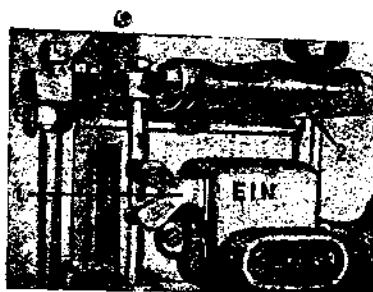

Рис. 57. Механизм управления.
Выключатель 2-полюсный помещен сбоку токоподводящей коробки. Служит для включения токоподводящих концов на рабочее положение (1). Ручки (2) составляют одно целое с корпусом и служат для управления и держания инструмента при работе (рис. 57).